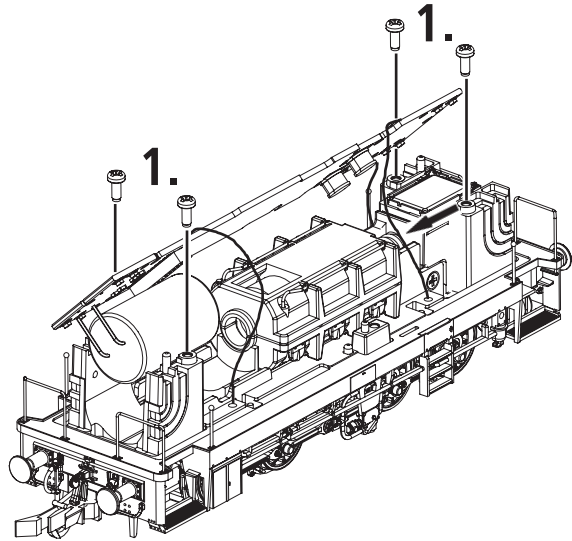

Fig. 7
**3. Haftreifenwechsel:** Zuerst das Gehäuse abnehmen (Fig. 3). Dann die Kurbelzapfen herausziehen (Fig. 7). Danach die **Haftreifen** mit einer Nadel od. mit einem feinen Schraubendreher abziehen (Fig. 7). Beim Aufziehen der neuen Haftreifen darauf achten, dass diese sich nicht verdrehen.
**3. Change of traction tyre:** Remove the body (fig. 3). Then pull out crank shaft pin (fig. 7). Take out **wheel set** and remove **traction tyre** using a pin or a fine screwdriver (fig. 7). When pressing on the new traction tyre please **avoid twisting it**.
**3. Échange des bandages d'adhérence:** Démontez la caisse (voir fig. 3). Retirez le pivot de manivelle (fig. 7). Délogez ensuite les essieux bandagés et enlevez, à l'aide d'une aiguille ou d'un tourne-vis fin, les bandages d'adhérence (fig. 7). Lors du montage des nouveaux bandages veuillez veiller à ce que les bandages **ne soient pas tor-dues**.